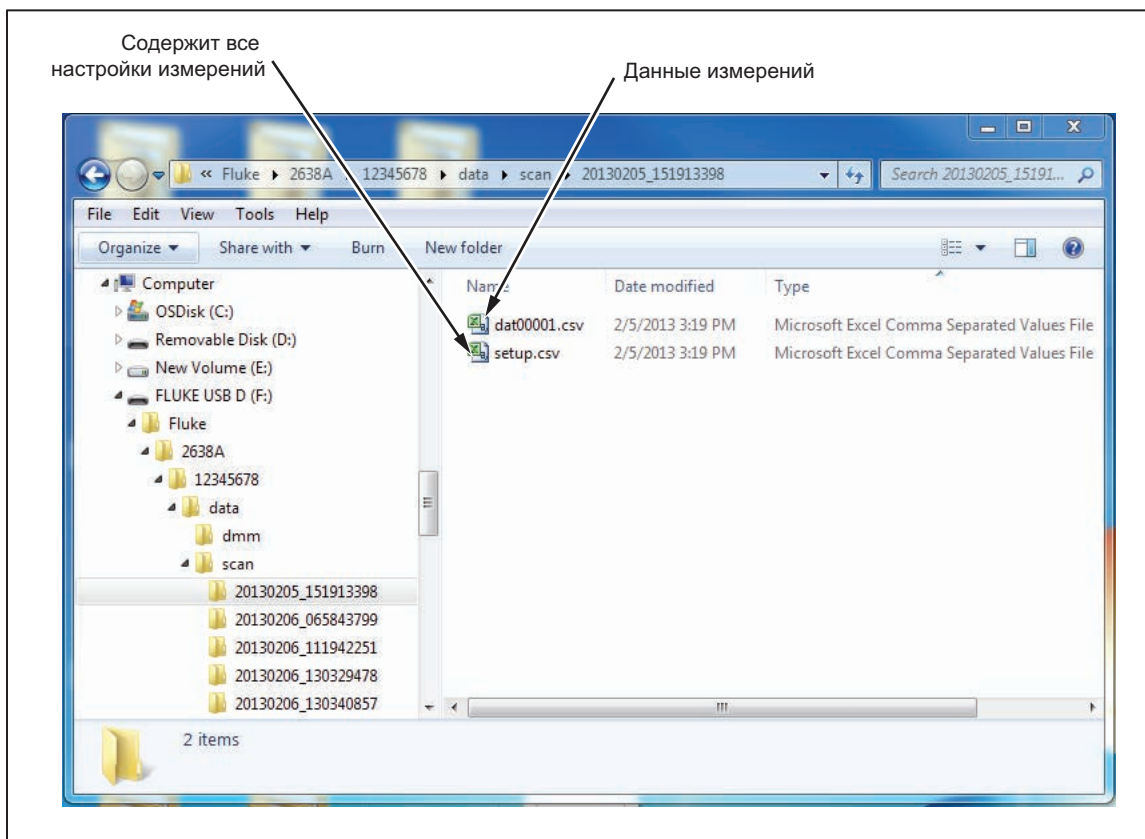

Рисунок 4-8. Файлы Setup.csv и Dat00001.csv
5. Перейдите к папке с данными (см. рис. 4-8 с примером структуры папок):
- 6. Откройте файл двойным нажатием кнопки мыши. Папка с временной меткой содержит два файла (.csv) в формате разделения запятой: **setup.csv** и **dat00001.csv**. Файл **setup.csv** содержит все параметры измерений, сконфигурированные при записи данных. Файл **dat00001.csv** содержит все записанные данные измерений. См. рис. 4-8.